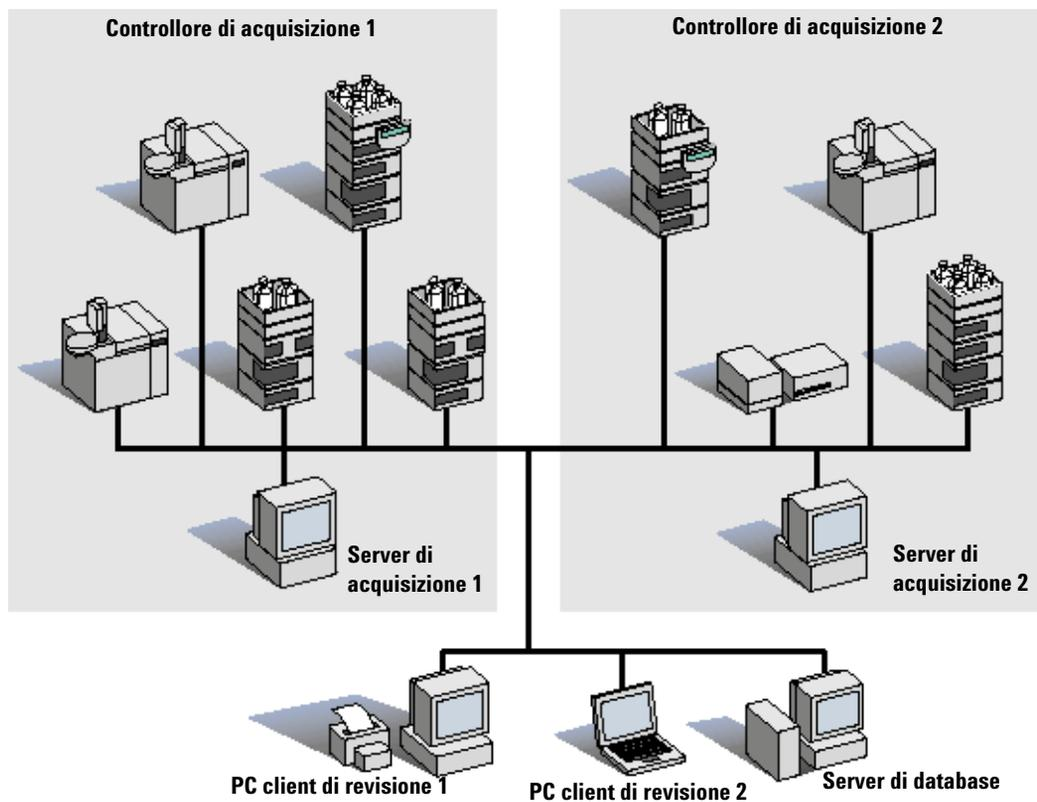

Figura 2 Sistema client/server NDS Cerity
- di tipo client/server (vedere la Figura 2 a pagina 16).